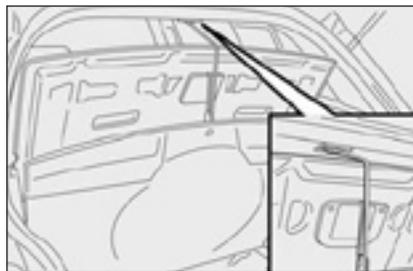

рис. 3
- Закрепите трос под крышкой (при наличии), проденьте через специальный слот на выступе крышки заднего отделения кузова автомобиля и закрепите его на крючке, установленном на крыше, как показано на **рис. 3**;